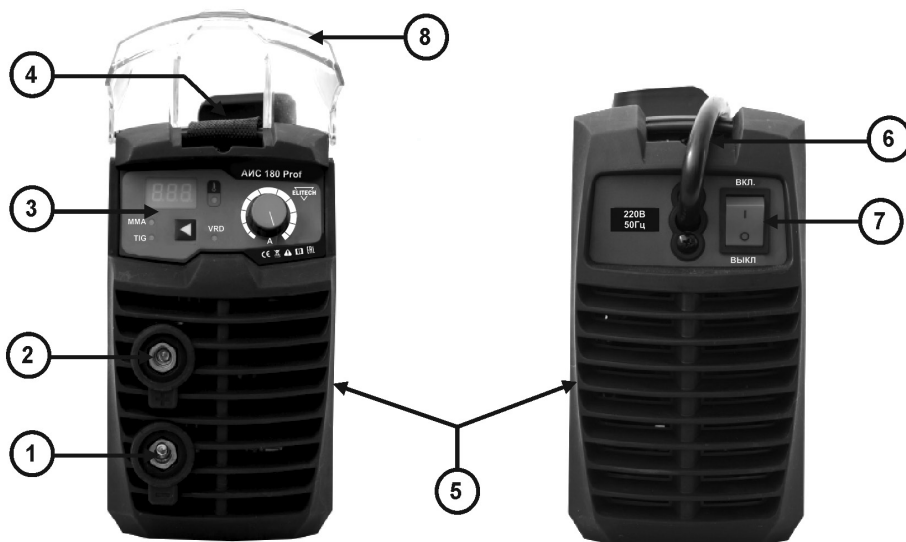

Рис. 1
2. Подключите вилку кабеля питания к розетке 220В и включите аппарат выключателем 7 (Рис. 1).